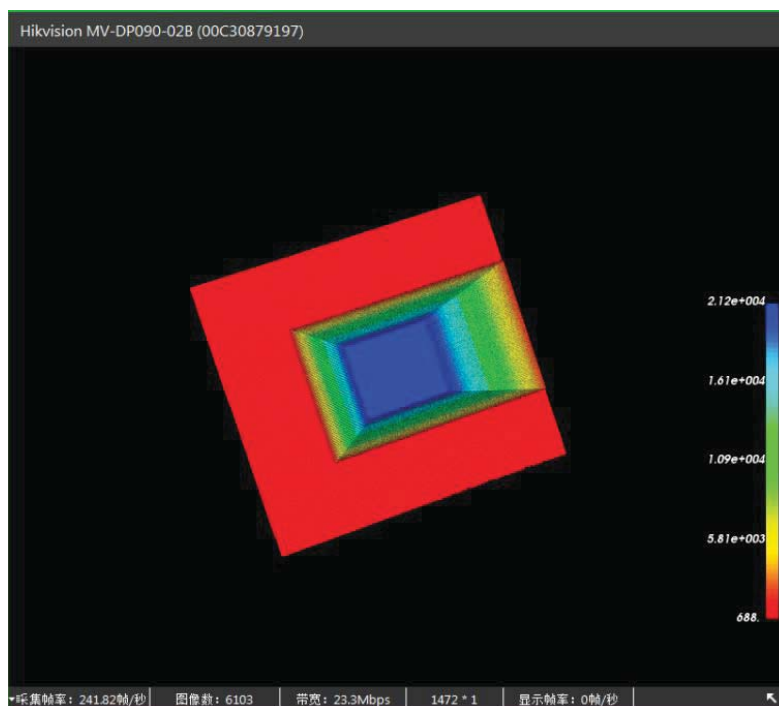
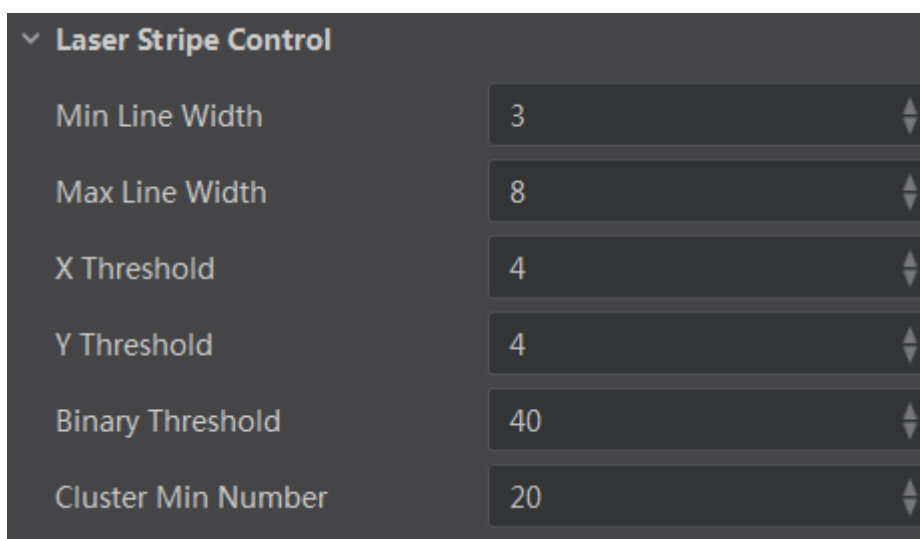

图5-18 标定块点云图像
图5-19 点云控制参数
标定块点云数据经过伪彩色渲染后的图像如图 5-18 所示，需要配置如图 5-19 所示的激光线提取参数，来达到所需要的图像效果，以下为参数释义。
- Min/Max Line Width: 最小最大线宽，按照图 5-19 的参数设置，当垂直方向上连续激光光线所占像素数量大于 3 且小于 8 才判定激光光线有效，超出范围不作处理。